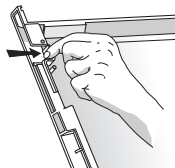

Fig. 3
1. Rimuovere la copertura del comparto agendo su i due fermi laterali presenti sulla faccia inferiore (Vedi **Fig. 3**)